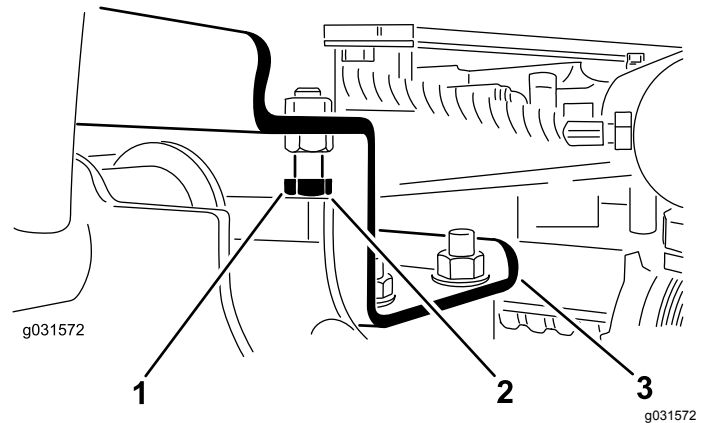

Figura 7
A. Afloje los pernos de tope (Figura 7).
2. Compruebe que la holgura entre cada brazo de elevación y el perno de tope es de 0.13 mm – 1.02 mm (0.005" – 0.040"), como se muestra en la Figura 7.